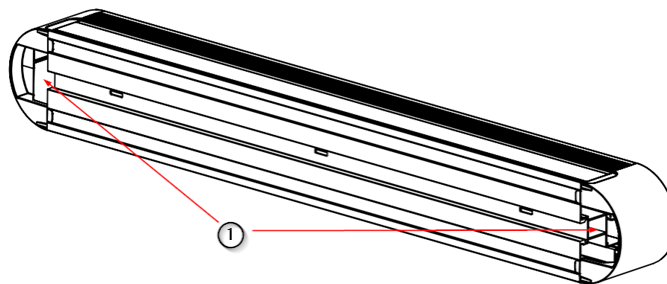

Fig. 1 Connexions d'alimentation de l'équipement
Les connexions pour les alimentations ① des systèmes ICARUS entrent par les parois latérales comme le montre la figure 1.
- À l'aide d'un outil à bec plat, retirez les couvercles supérieur et inférieur de ② comme indiqué dans la figure 1, en prenant soin de ne pas rayer d'autres parties du boîtier, et laissez-les en lieu sûr.
- Remplacez les couvercles supérieur et inférieur ② sur l'appareil en les poussant en position et en les appuyant l'un sur l'autre jusqu'à ce que vous entendiez le son de l'écèlement.